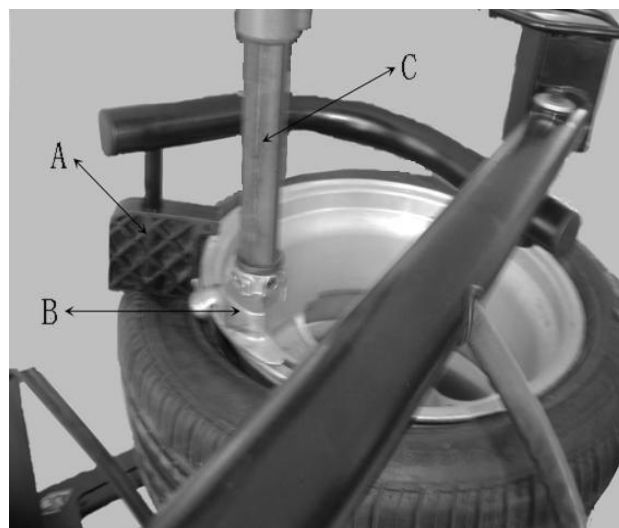

Рис. 7-12
7.2.3 С помощью пресса (Рис.7-12 А) прижмите отрезок шины отрезком диска, снятого с отверстия, и с помощью щетки распределите смазку по краю. Переведите инструментальную головку для демонтажа (Рис.7-12 В) в положение демонтажа. Поместите пресс рядом с инструментом для демонтажа, чтобы вставить край и вставьте рычаг под инструментом для демонтажа между диском и краем (Рис.7-13), поднимите пресс и переместите его в положение напротив инструмента для демонтажа, вставьте край в паз шины и поверните рычаг, чтобы поднять край на инструмент для демонтажа (Рис.7-14). Поверните поворотный стенд, чтобы отсоединить верхний край.